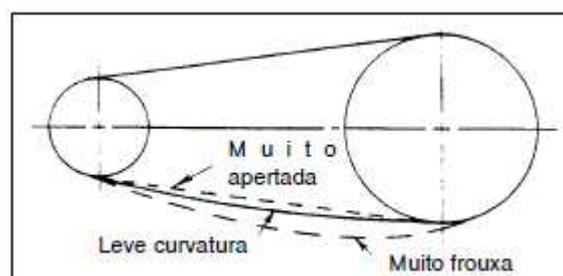

Figura 10: Posições de tensão da correia em “V”
6.1.4 Tensão Correta da Correia – A tensão correta é essencial para a vida útil da correia, pois a folga do sistema pode causar fadiga e aquecimento dos mancais. O método geral para a ajustagem da tensão das correias esta descrito nas três etapas abaixo e mostrado na Figura 10.
Etapa 1: Reduza a distância central de maneira que as correias possam ser colocadas sobre as polias e nas ranhuras sem aplicação de esforço. Ajuste as correias de maneira que ambas as envergaduras tenham aproximadamente a mesma flexão entre as polias. Aplique tensão ao sistema aumentando a distância central até que as correias fiquem bem ajustadas, conforme a Figura 10.